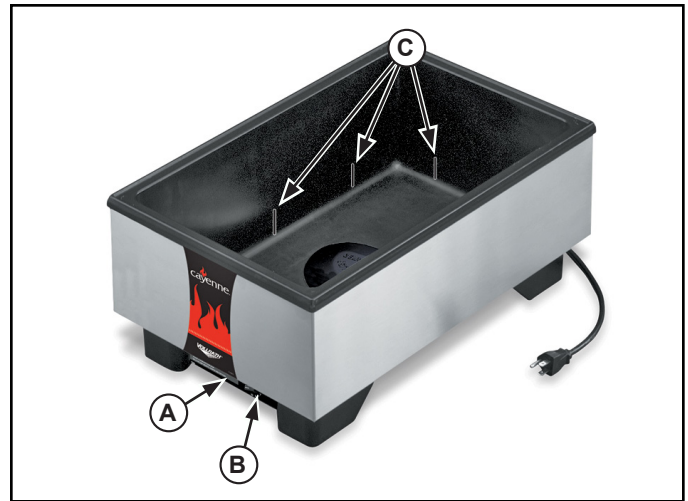

Figure 1. Caractéristiques et commandes
- Remplissez le compartiment d'eau fraîche et claire jusqu'au repère de niveau correct (C). Le niveau correct se situe à 1 po (2,5 cm) environ pour 5,5 qt (5,2 l) d'eau à peu près. Ne remplissez pas trop. Voir la figure 1.
- Préchauffez l'eau dans les compartiments en les couvrant avec des bacs à aliments vides ou des couvercles. Tournez le thermostat (A) au réglage maximum (10). Préchauffez pendant 15 minutes.